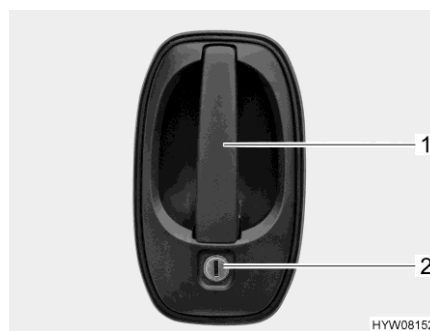

Fig. 28 Serrure de la porte (porte chauffeur/cellule à l'extérieur)
- Insérer la clé dans le barillet (Fig. 28,2) et la tourner jusqu'à ce que la serrure de la porte soit déverrouillée.
- Tirer sur la poignée de la porte (Fig. 28,1). La porte est ouverte.
- Insérer la clé dans le barillet (Fig. 28,2) et la tourner jusqu'à ce que la serrure de la porte soit verrouillée.